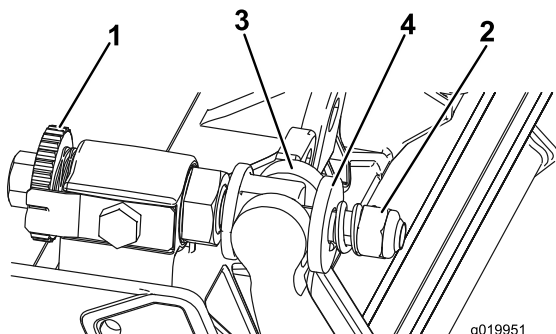

图25
1. 逆时针旋转底刀架调节螺丝，将底刀后撤离滚刀（图25）。
2. 退出弹簧加压螺母，直到垫圈不再对底刀架（图25）施压。